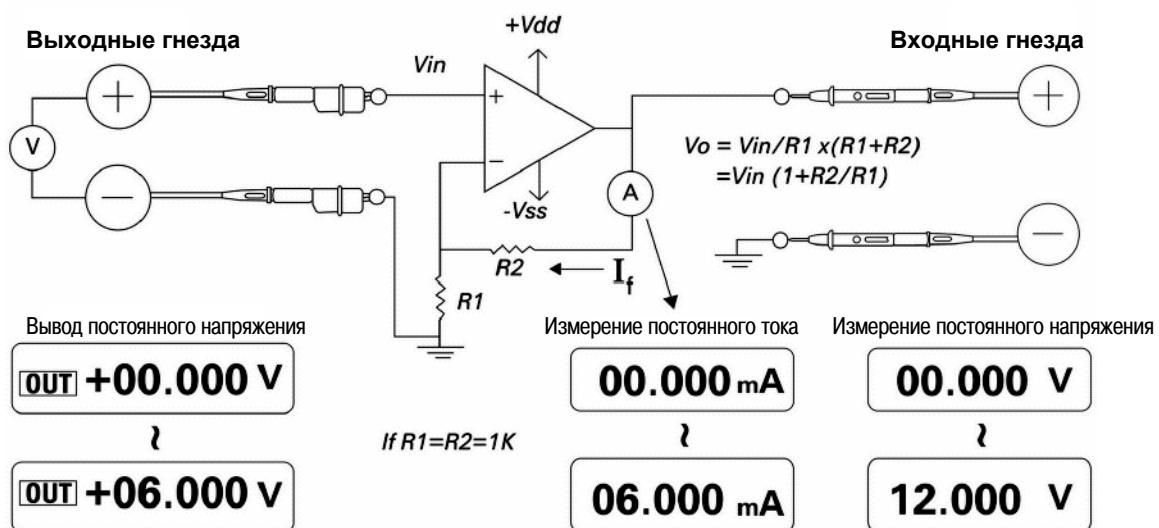

Рис. 5-14 Испытание преобразователя напряжения в ток
Операционный усилитель, показанный на рис. 5-14, поддерживает нулевое дифференциальное напряжение между своими входами за счет протекания тока $I = V_{in}/R1$ в цепи обратной связи через нагрузку R2. Этот ток не зависит от сопротивления нагрузки.
5. Подключите операционный усилитель, как показано на рис. 5-14.
8. В качестве альтернативы вы можете установить поворотный переключатель в положение   mA /  и присоединить входные измерительные провода с пробниками вместо измерителя A, как показано на рис. 5-14. Тогда вы обнаружите, что измеряемый ток изменяется пропорционально входному напряжению операционного усилителя.